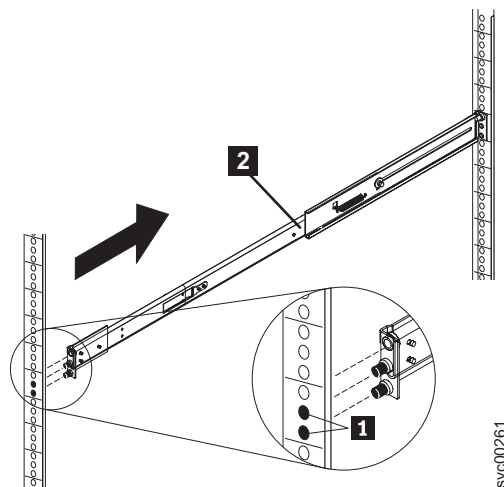

図 75. ラック前面からスライド・レールを取り外す方法
3. 図 75 に示すように、前面のラック・マウント用フランジからレール・ピン **1** を押して、右側スライド・レールを短くし、前面フランジからこのスライド・レールを取り外します。次に、右側スライド・レールを前方に引いて、背面のラック・マウント用フランジからこのスライド・レールを取り外します。同じ方法で左側スライド・レールも取り外します。